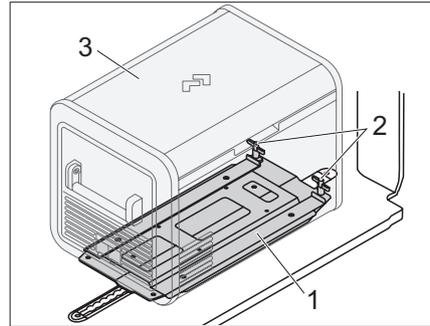

Fig. 81 Supporto (accessorio opzionale)
- ▶ Posizionare il frigobox (Fig. 81,3) nel supporto (Fig. 81,1).
- ▶ Fissare il frigobox con i manici (Fig. 81,2).